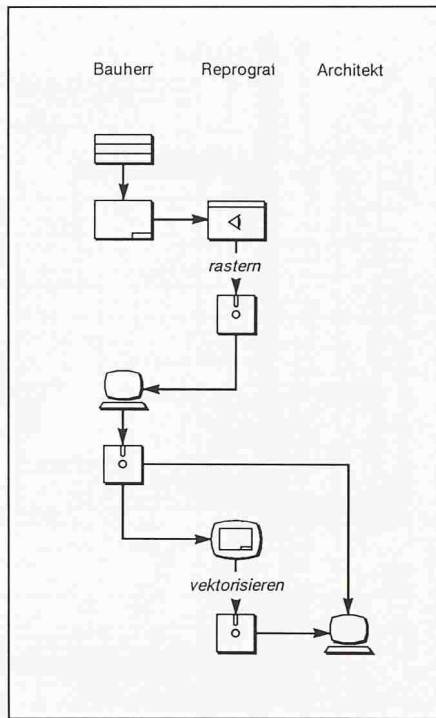

Bild 9. Informationsfluss Gebäudeverwaltung mit Bauherr, Reprograf und Architekt
**Beispiel Gebäudeverwaltung.** Die papierene Gebäudedokumentation wird gescannt (gerastert) und das digitale Archiv mit einer relationalen Datenbank verwaltet. Vektorisiert werden Rasterpläne erst dann, wenn dies später im Rahmen konkreter Projekte erforderlich wird (Bild 9).